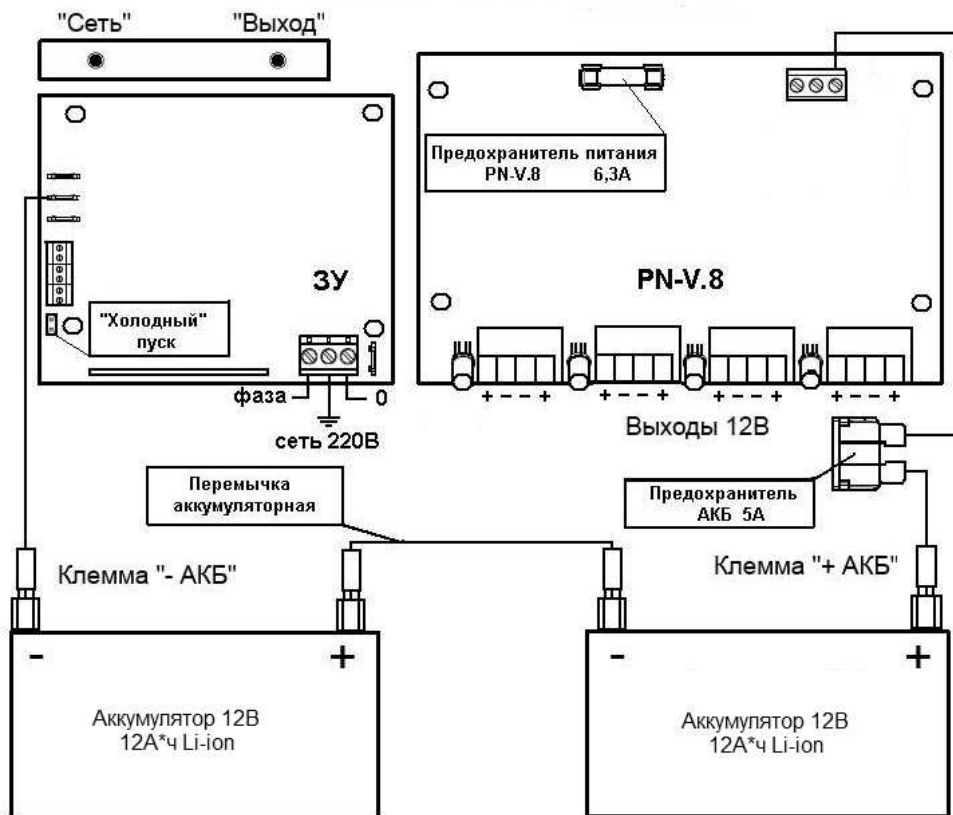
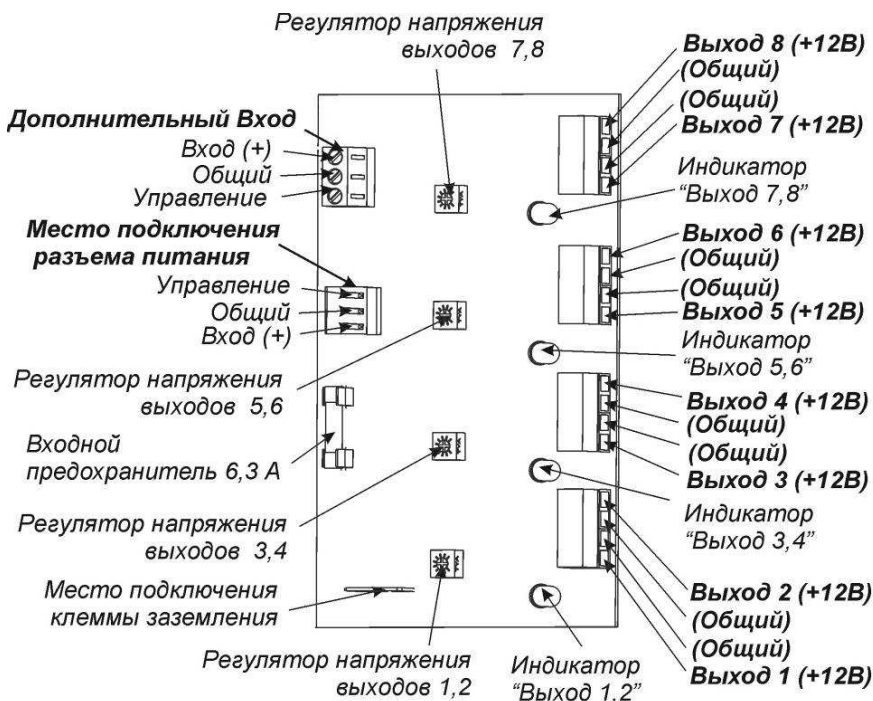

Рисунок 2 - схема расположения элементов источника
Рисунок 3 - расположение элементов коммутации, управления и индикации на плате преобразователя PN-V.8
- защиту нагрузки от повышенного выходного напряжения (свыше 18 В) при неисправности выходных преобразователей путем пережигания плавкого предохранителя (предохранитель входной - см. рис. 3);
- плату зарядного устройства (ЗУ) см. рис. 2 и плату преобразователя напряжения PN-V.8 см. рис. 2 и рис. 3;
Элементы защиты, управления и коммутации блоков показаны на рис.2 и рис.3:
Индикаторы «Выход» 1,2 – 7,8, светодиоды красного цвета, расположенные на плате преобразователя напряжения PN-V.8 индицируют наличие выходных напряжений каждой пары выходов см. рис.3.
Для компенсации падения выходного напряжения в соединительных линиях, в платах PN-V.8 предусмотрена возможность плавной регулировки напряжения каждой пары выходов, см. рис.3.
Для увеличения выходного напряжения необходимо повернуть регулятор напряжения против часовой стрелки см. рис.3.
- Подключение источника производится при отключенном сетевом напряжении и открытой крышке см. рис.2 в следующей последовательности:
- подключить провода сети 220 В 50 Гц к колодке «Сеть» источника с учетом указанной фазировки, см. рис.2;
- подключить подводящие провода нагрузок к клеммам «ВЫХОД», «ОБЩИЙ» платы преобразователя PN-V.8, минусовой провод – к клемме «ОБЩИЙ», плюсовой – к клемме «ВЫХОД», см. см. рис.3;
- При необходимости установить требуемые выходные напряжения, см. рис.3.